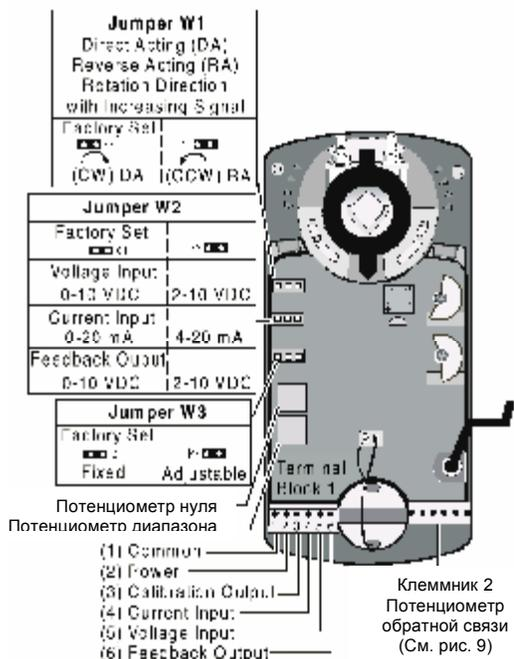

Рисунок 13: Калибровка пропорциональных моделей M9216
Пропорциональные модели (HGA и HGC) калибруются на заводе: перемычка W2 устанавливается в положение DA, перемычка W2 – в положение 0 – 10 В пост. тока или 0 – 20 мА, а перемычка W3 – в фиксированное положение. (См. рисунок 13).
1. Убедитесь, что переключатель W2 находится в положении 0-10В пост. тока, а переключатель W3 в положении ADJ. (См. рисунок 13).